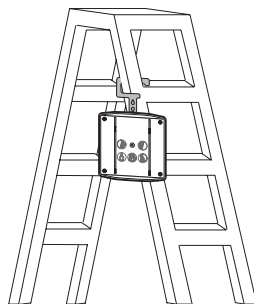

bild 10
3.1.3.2 För stegen och andra objekt (se bild 10).